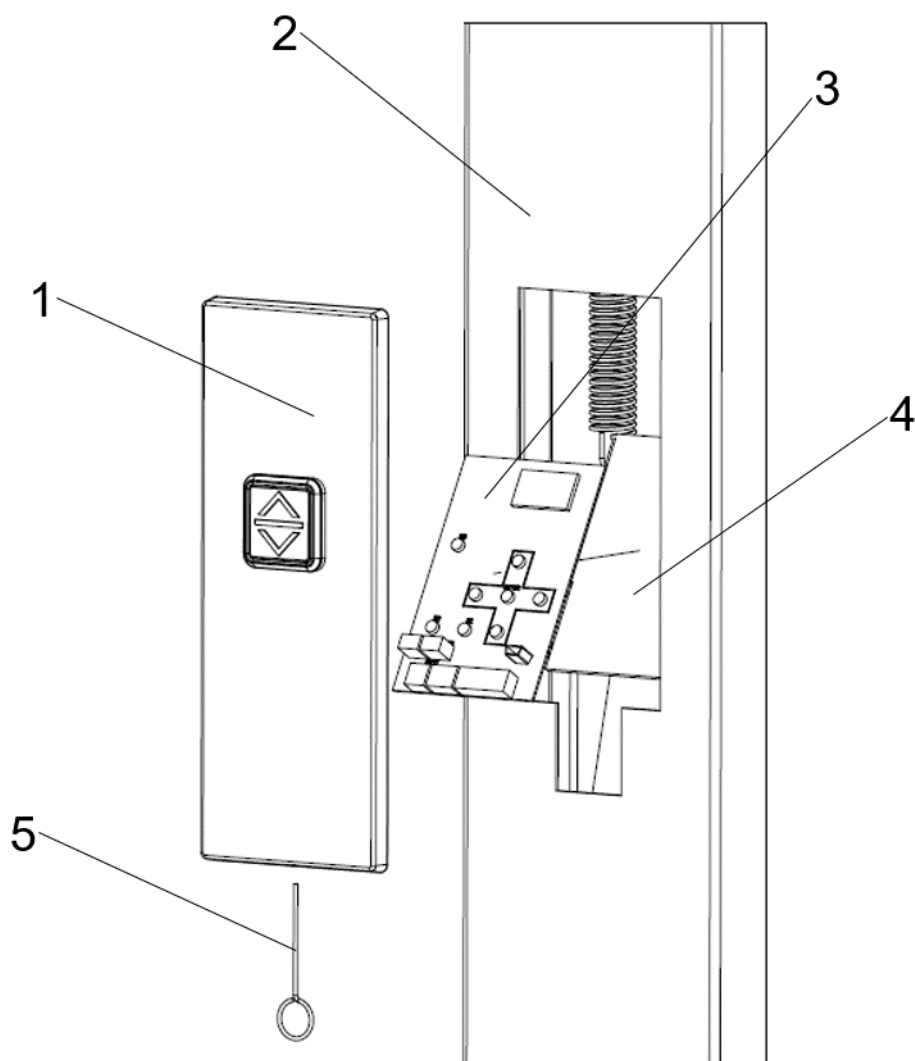
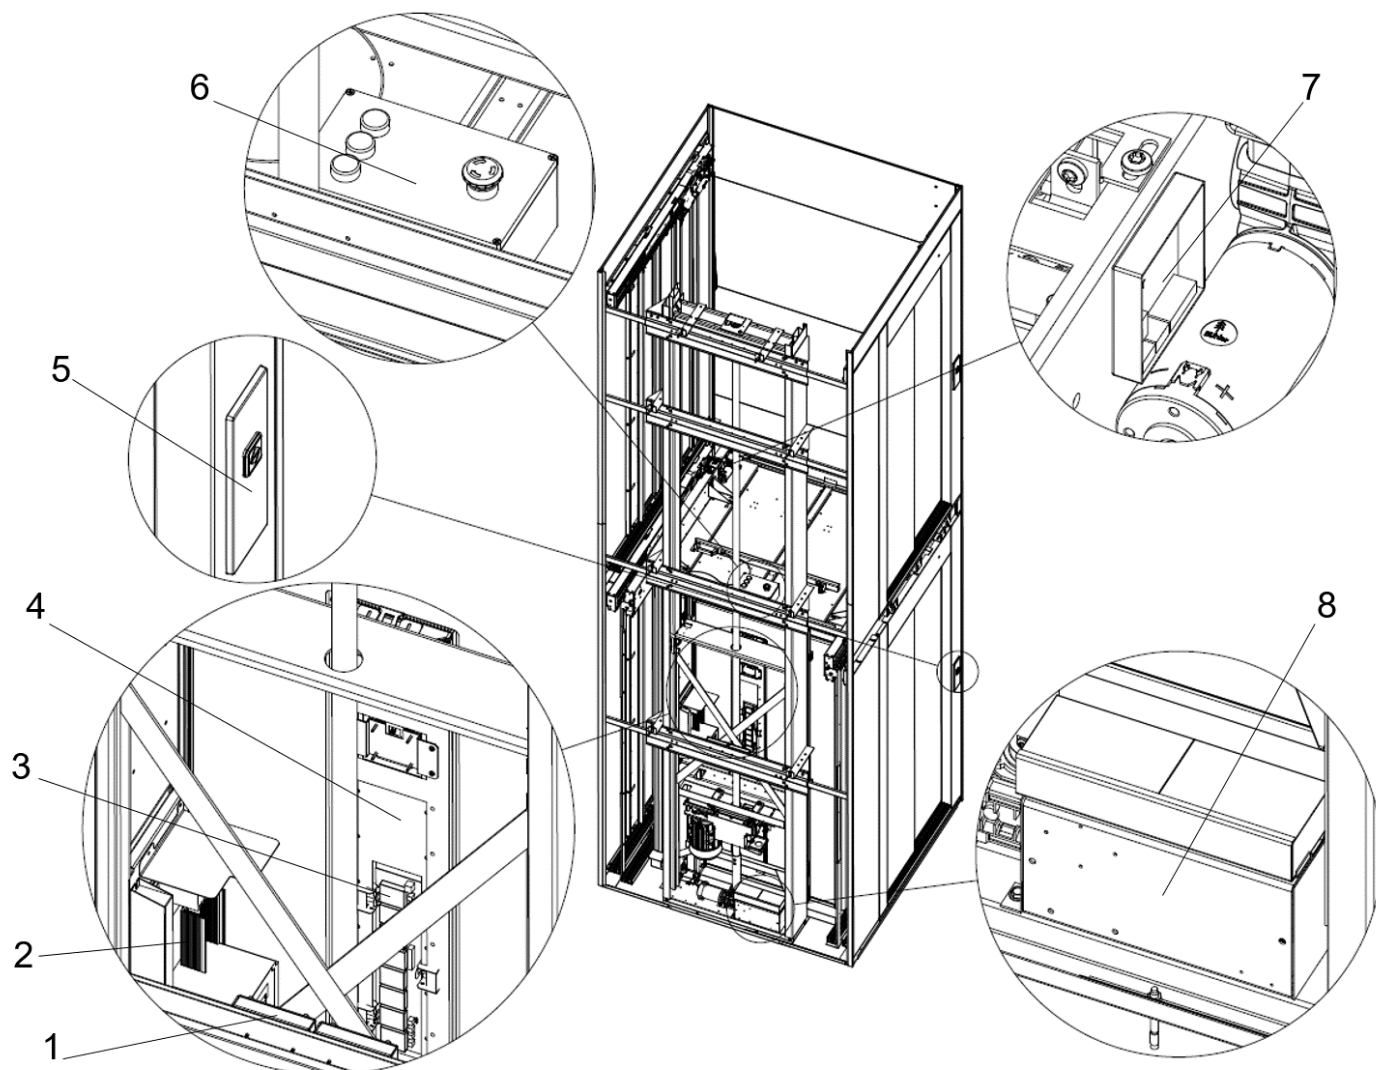
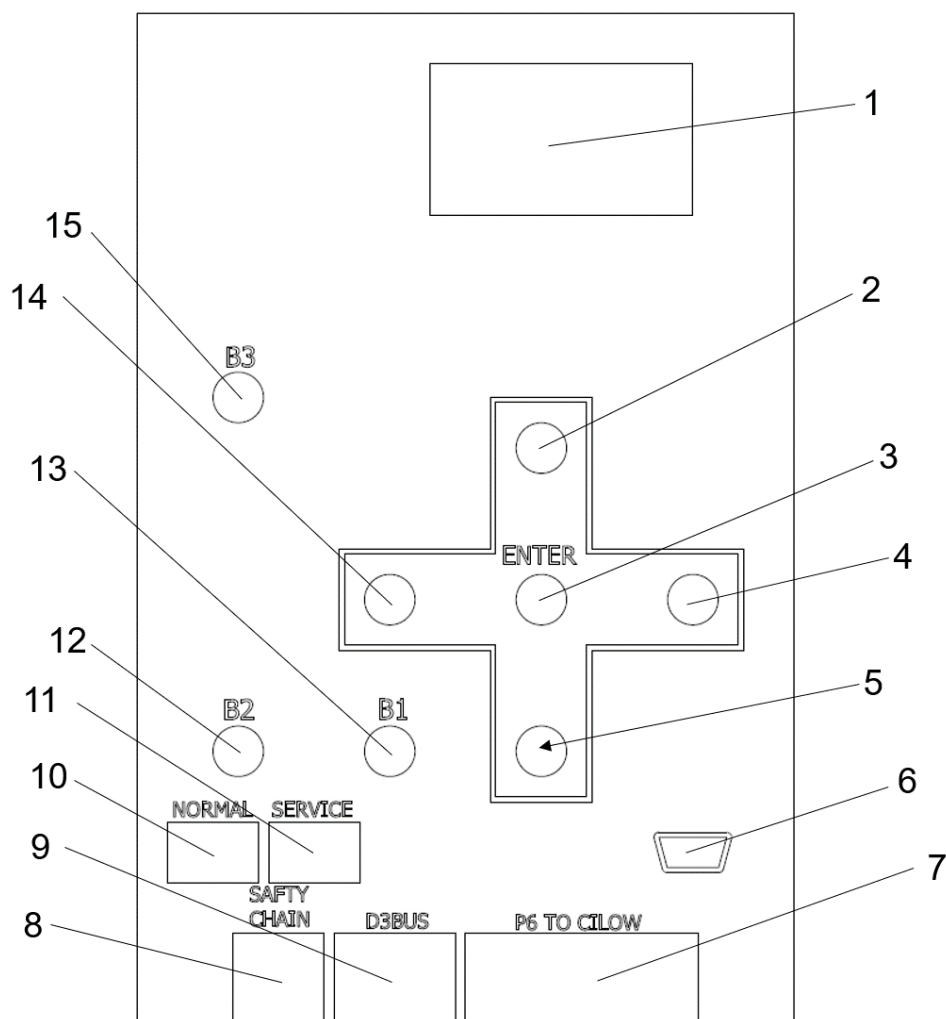

Fig. 6 Anropsknapp med CiDis
Fig. 12 Placeringen av moduler (noder)
Fig. 13 CiDis teckenskärm med styrknappar
behörig person utföra nödsänkning från utsidan, från hissens servicepanel CiDis, se avsnitt Fig. 13.
1. Öppna och avlägsna anropsknappens skylt (1) på den nedersta stannplansdörren (2) med användning av öppningsnyckeln (5) för skylten, se Fig. 6.
2. Lyft ut CiDis (3) som är upphängd i CiDis-hållaren (4) med kardborrband.
3. Flytta den röda bygeln från "NORMAL" till "SERVICE", se Fig. 13 och Fig. 12.
5. Tryck på "DOWN"-knappen (7), se Fig. 13, och håll knappen intryckt, tryck sedan på både "UP" (8) och
7. Flytta tillbaka den röda bygel till "NORMAL", se Fig. 13, och utför en "RESET", se avsnitt 5.3.1 *Huvudmeny*.
markören placeras på "RESET"-raden, och "UP"- (3) och "DOWN" (7)-knapparna på CiDis trycks in samtidigt under 2 sekunder, se Fig. 13.
CiDis är normalt placerad bakom ramen intill nedersta stannplanets dörr, se Fig. 12. CiDis kan användas för ändring av parametrar, genomförande av en återställning efter nödöppning av en stannplansdörr och för att manövrera hisskorgen etc. Knapparna på CiDis används för navigering i menyerna, se Fig. 13.